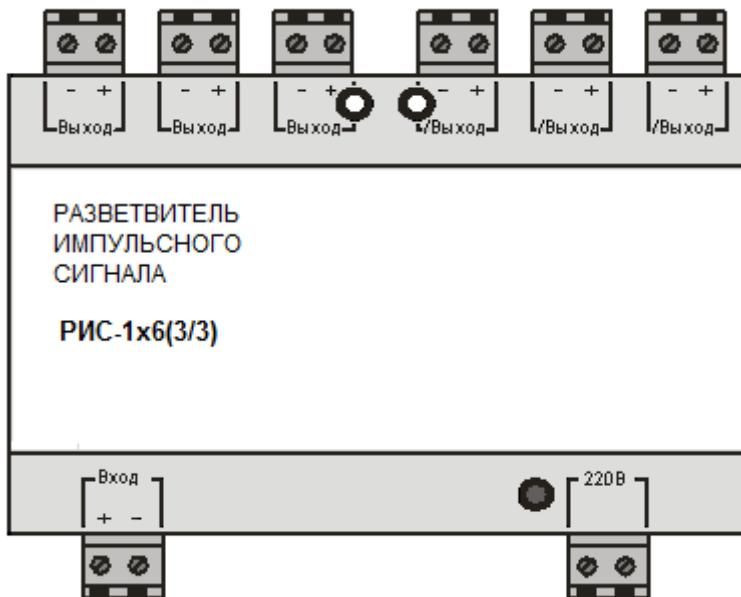

Рис.1
**4.3** Расположение входных/выходных разъёмов и передняя панель РИС-1х6 показаны на рис.1.